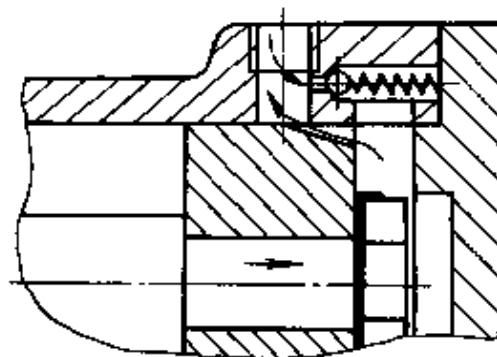

图 4-22 节流缓冲装置
1) 节流缓冲 图 4-22 所示为一种节流口可变式缓冲装置。它在活塞端部开有轴向三角槽，当活塞移动到接近端盖时，回油口被堵死，回油腔的油液只能通过轴向三角槽缓慢排出，形成缓冲液压阻力。缓冲过程是，随着活塞的移动，三角槽的通流截面逐渐减小，使活塞运动速度逐渐减慢而实现制动缓冲作用。在活塞反向启动时，由于进油口被堵死，压力油先通过单向阀进入液压缸，推动活塞反向移动。